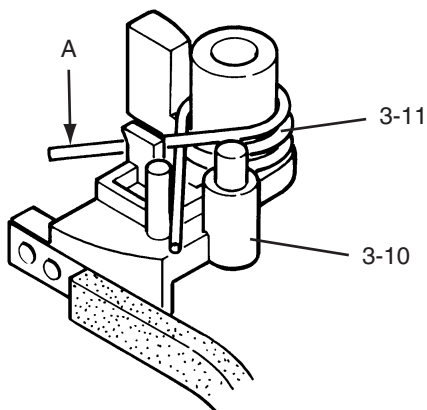

Fig. 3-6
- 1) Before installing 3-10, fit COIL SPRING (3-11) to 3-10 as shown in Fig. 3-6.
- 1) 3-10を取り付ける前に、COIL SPRING (3-11) を図3-6のように3-10に取り付ける。